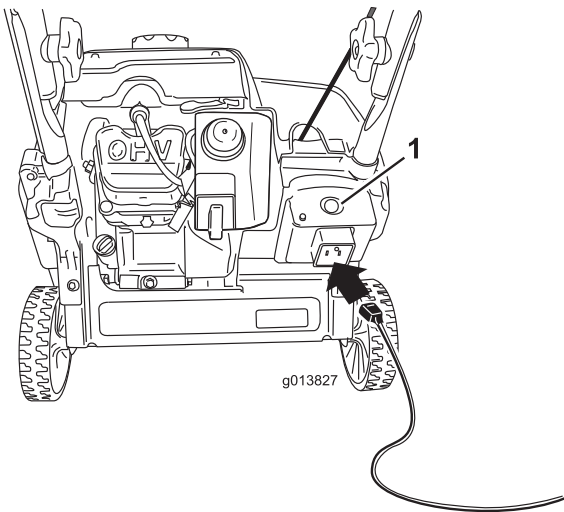
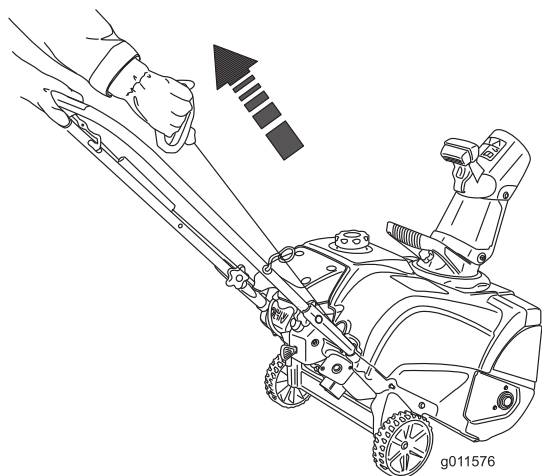

Figure 18
Figure 19
- 4. Raccordez la rallonge au secteur et à la machine, puis appuyez sur le bouton du démarreur électrique (démarrage électrique seulement) comme montré à la Figure 18, ou tirez la poignée du lanceur (Figure 19).